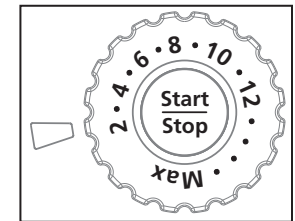

Figura 3
3. Fije la perilla de selección de Taza a la cantidad deseada de granos molidos (Figura 3).